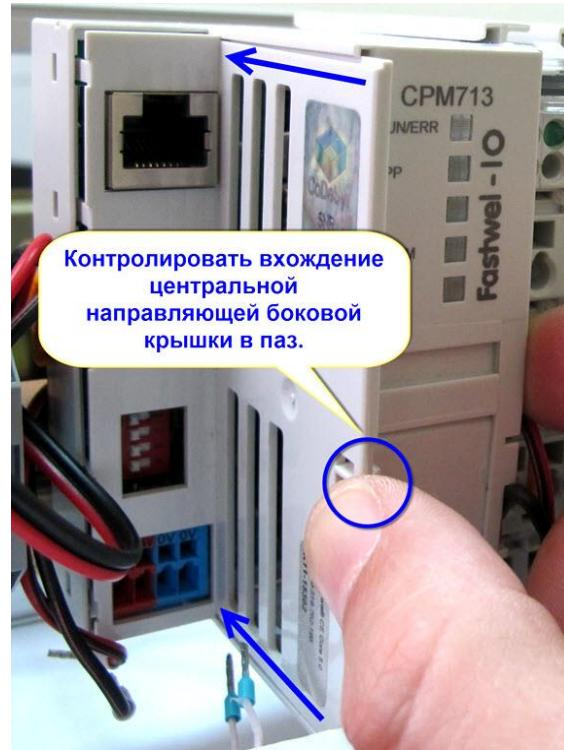

Рис. 5.10 Установка боковой крышки
9. Поместите направляющие боковой крышки в пазы корпуса и переместите крышку в направлении стрелок, показанных на Рис. 5.10. При перемещении крышки на глубину около 90% полного хода по пазам корпуса, вставьте центральную направляющую крышки в центральный паз корпуса, как показано на Рис. 5.10.